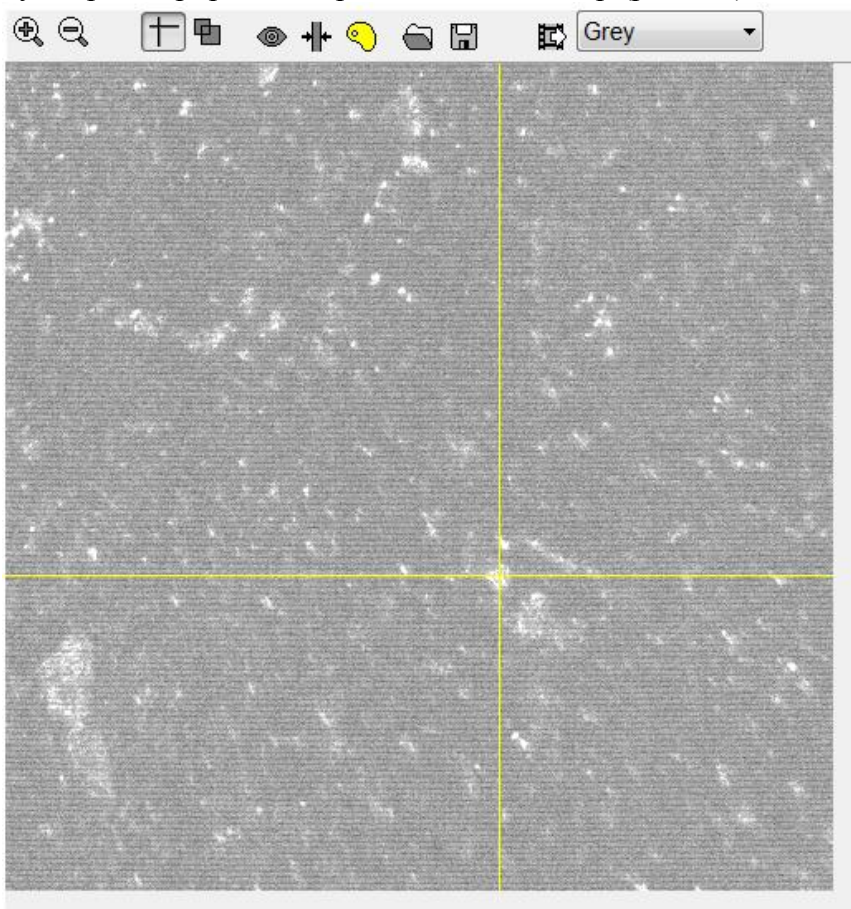

Рис. 5.3. Выбор точки, в которой будет регистрироваться рамановское изображение.
6. На полученном изображении выбрать точку, в которой будет регистрироваться рамановский спектр (рис. 5.3).